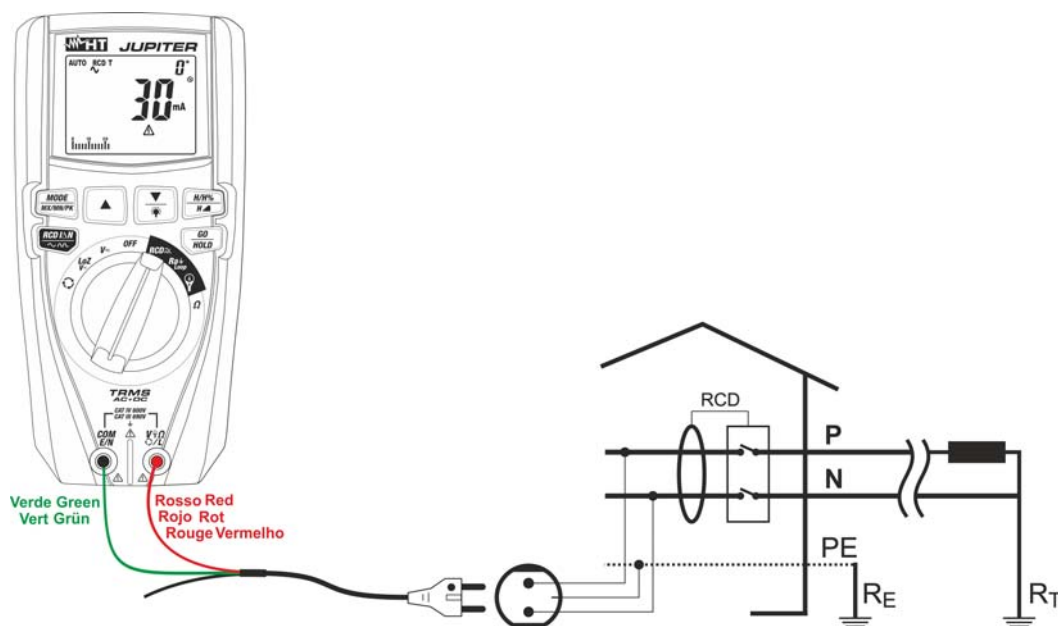

Abb. 29: RCD Messungen in einphasigen Systemen mit Schuko Kabel
6. Falls das Kabel mit Schuko Eurostecker benutzt wird, verbinden Sie den schwarzen Leiter mit der Eingangsbuchse **V L** und den grünen Leiter mit der Eingangsbuchse **COM/E/N**, und verbinden Sie das Gerät mit dem zu messenden Kreis (siehe Abb. 29). Die Anwesenheit der Spannung Phase-Erde wird im Bargraph angezeigt.